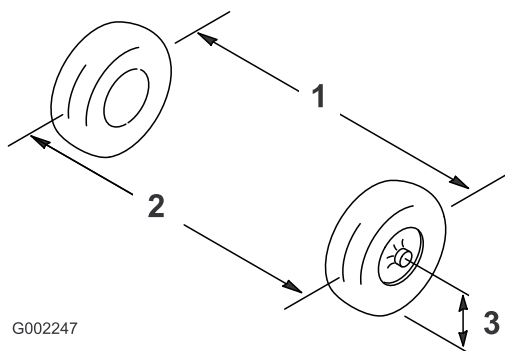

Figura 88
2. Misurate la distanza tra gli pneumatici anteriori all'altezza dell'assale, davanti e dietro le ruote anteriori (Figura 88).